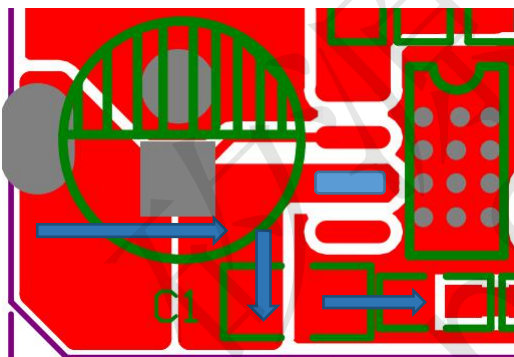

图 1
2. 输入电容应尽可能靠近芯片管脚（VIN 和 GND）。建议增加一个 0.1uF 的陶瓷电容增强芯片的抗高频噪声能力。如图 1 中 C_{IN} 和 C_{IN_BYP} 。